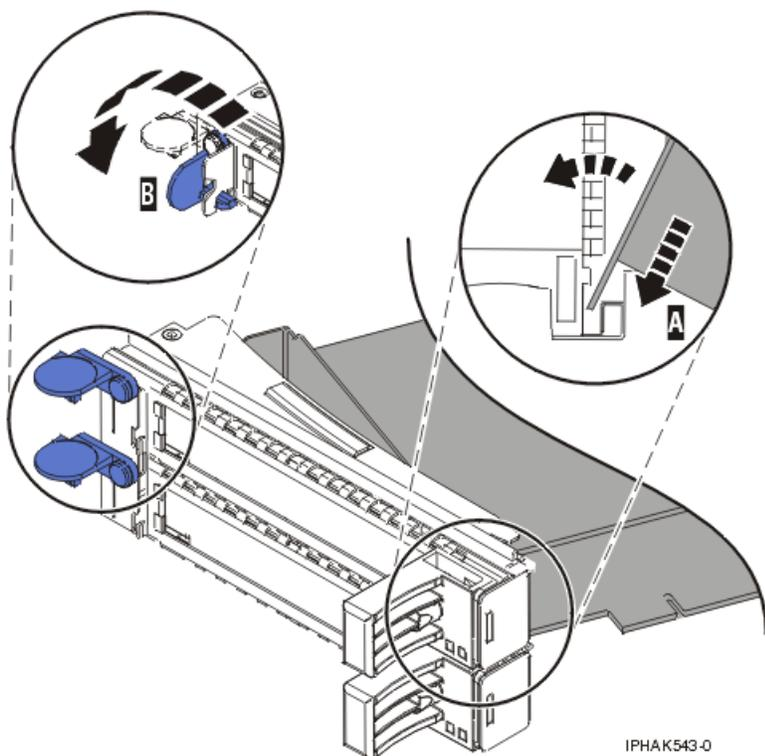
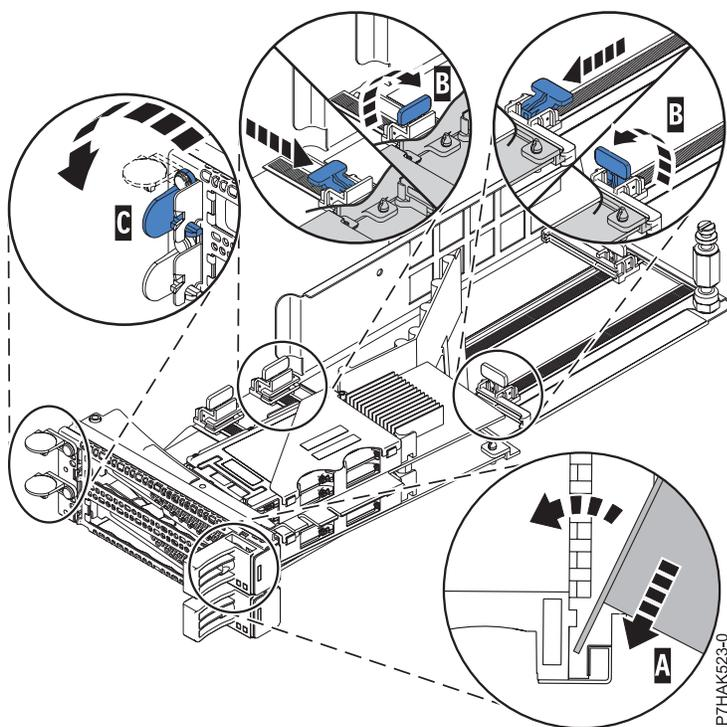

Figura 51. Adaptador substituído no cassete do adaptador PCI
Figura 52. Substituindo um adaptador PCIe RAID e SSD SAS no cassete do adaptador PCI
- Com o grampo do suporte sobre trilhos na posição aberta, insira firmemente o adaptador no canal de retenção do suporte sobre trilhos (A). Para um adaptador PCI típico, consulte Figura 51 na página 67. Para um adaptador PCIe RAID e SSD SAS, consulte Figura 52 na página 67.
- Feche o grampo do suporte sobre trilhos (C).